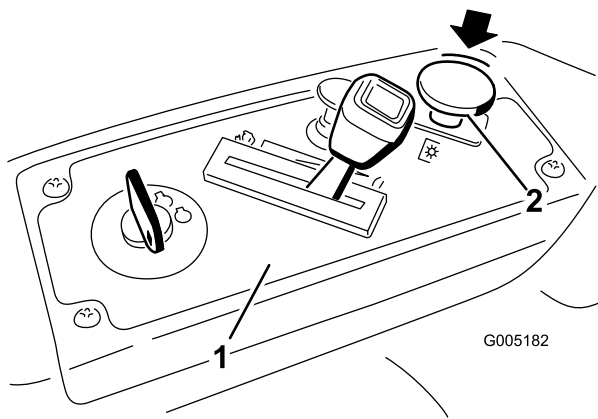

Figure 11
2. Désengagez les lames en plaçant la commande des lames en position Désengagée (Figure 11).
1. Désengagez les lames en plaçant la commande des lames en position Désengagée (Figure 11).